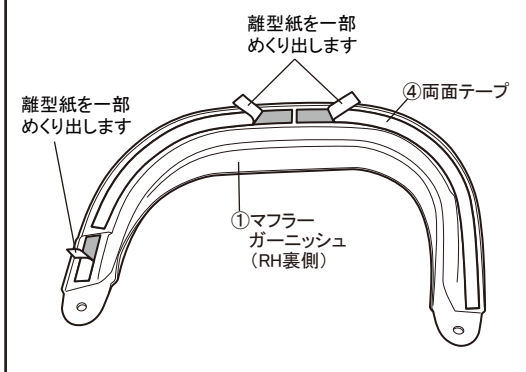

図4 ①マフラーガーニッシュ取付け ※図は右側です。左右同作業
6. 図4を参照し、①マフラーガーニッシュを車両に宛がい、②トラスボルトと③フランジナットで仮止めします。
7. ①マフラーガーニッシュの位置がずれないように十分に注意しながら④両面テープの離型紙を図示矢印の方向へ慎重に引き抜きます。